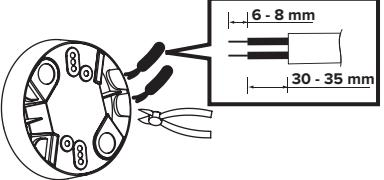

FIG. 12
- Pour faire passer les fils dans les ouvertures sur le côté de l'enceinte, dégagiez ces trous marqués mais encore couverts à l'aide de cutters latéraux. Faites ensuite passer le câblage dans les trous dégagés et dénudez l'isolation du câblage sur 6-8 mm (FIG. 12).